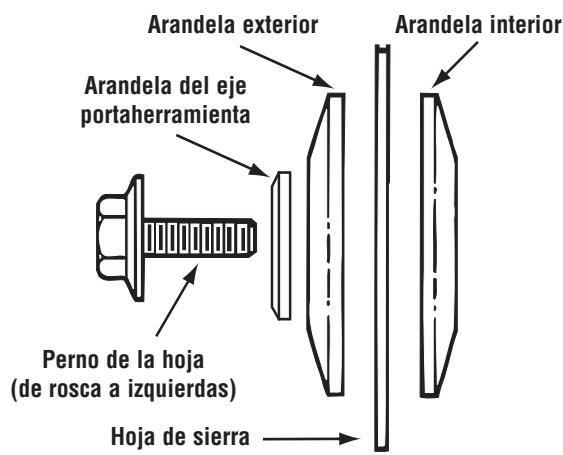

Figura 2. Herrajes de la hoja
- Quite el perno de la hoja, la arandela del eje portaherramienta, la arandela exterior y la hoja. No es necesario quitar la arandela interior (Figura 2).
- Coloque de nuevo la arandela exterior y la arandela del eje portaherramienta, y apriete el perno de la hoja con los dedos en sentido contrario al de las agujas del reloj (Figura 2). Oprima el cierre del eje portaherramienta y apriete el perno de la hoja firmemente usando la llave de tuerca para la hoja, pero no lo apriete demasiado.